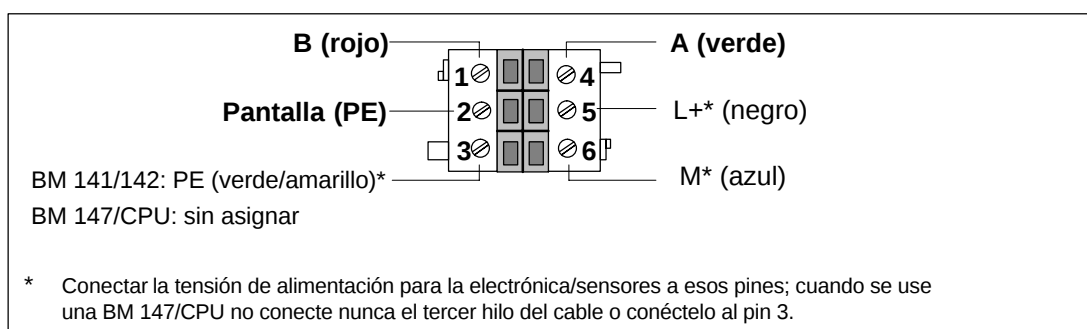

Figura 4-10 Asignación de pines del conector para el cableado del PROFIBUS-DP y la tensión de alimentación de la electrónica/sensores
- un cable de 2 hilos apantallado para la conexión de PROFIBUS-DP (la malla debe trenzarse, insertarse en una puntera y conectarse a la pantalla, pin 2. (ver figura 4-10)
Para puentear el PROFIBUS-DP y/o la tensión de alimentación para la electrónica/sensores hasta la siguiente ET 200X, es necesario cablear el segundo conector. Este conector debe cablearse del mismo modo que el conector utilizado para alimentar el primer ET 200X (ver figura 4-10).